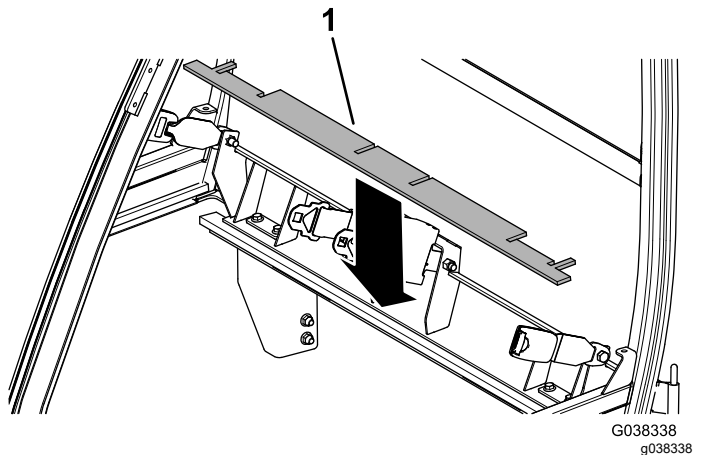

Figura 14
9. Instale la junta de espuma trasera superior (Figura 14).